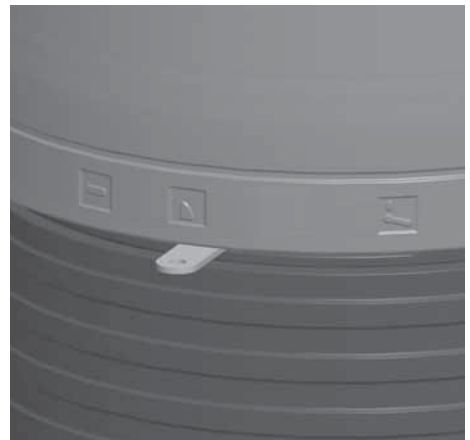

Abb. 4.12 Verbrennungsluftschieber in der Mitte - normale Heizbetrieb-Stellung („Nennwärmeleistung“)
- Öffnen Sie die Verbrennungsluft komplett - Luftschieber ganz nach rechts ziehen (siehe Abb. 4.12),
- öffnen Sie die Verbrennungsluft nun noch einmal komplett - ziehen Sie den Verbrennungsluft-Schieber komplett nach rechts (siehe Abb. 4.12),